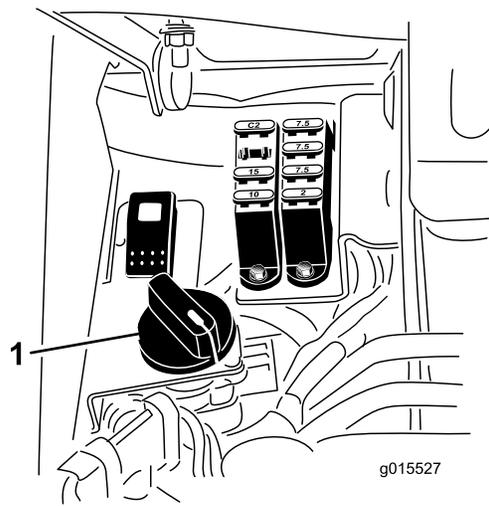

図 60
6. リール速度コントロールを 1 にセットする (図 60)。